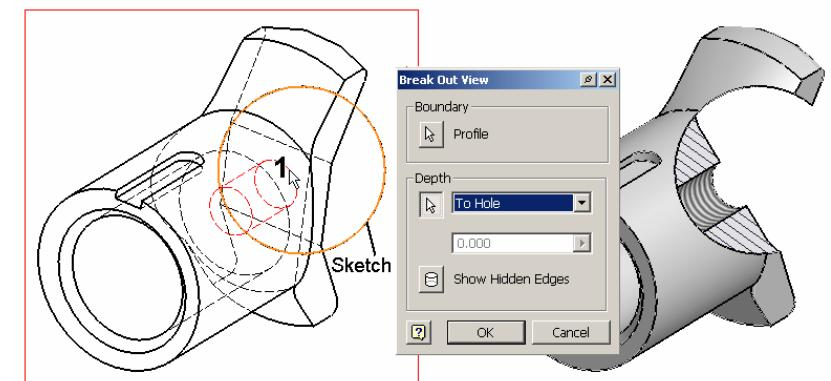

Figura 5.7.2.
Pentru generarea unei întreruperi se parcurg etapele, figura 5.7.2:
- se trasează conturul întreruperii; în figura 5.7.2 conturul este definit printr-un cerc;